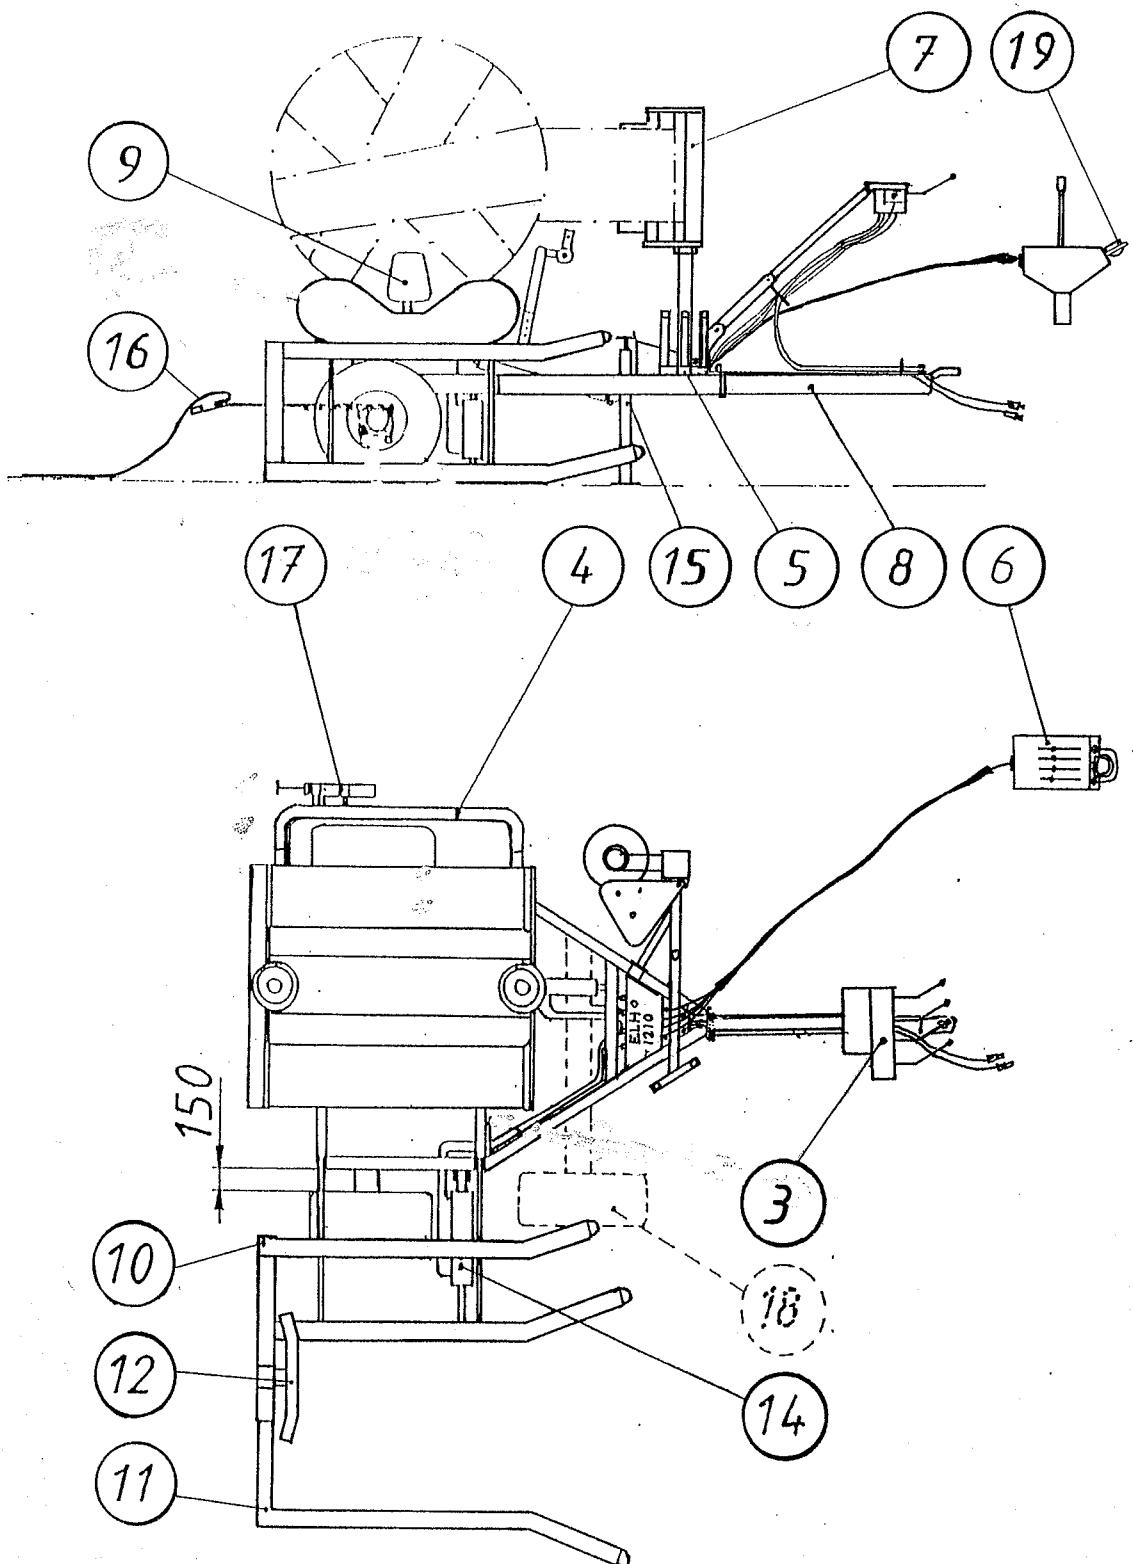
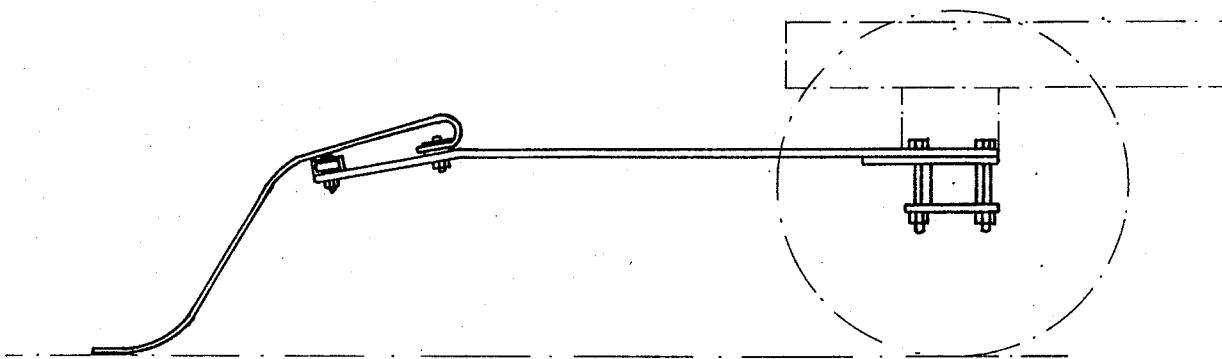

Fig. 1
Fig.3
- \* Hjulaxelpaketet monteras under insveparen så att höger däck har 150 mm frigång till rambalken enligt fig 1. För att ge rum för lyftgaffeln bör axeln vara vänd sålunda att höger hjulaxel kommer i framkanten av 80x80 röret.
- \* Hydraulventilenheten med stativ 3 monteras i fästhylsan i ramens framkant enligt fig 1.
- \* Den ytterre lyfgaffelarmen 11 monteras, likaså det inställbara ändstödet för 12 balen enligt fig 1.
\* Balfallmattan 16 monteras med sina fästarmar av fjäderstål till hjulaxeln enligt fig 1. Det bör observeras att de korta stödarmarna kommer direkt under de längre och att gummimattan fästes till armarna så att den i arbetsläge är svängd runt tvärbalken enligt fig 3